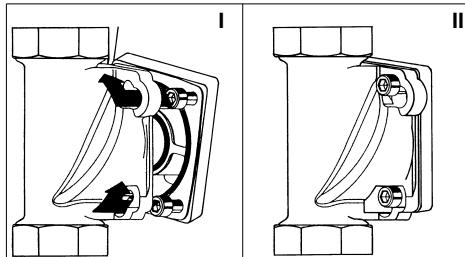

Abb. 3: Einbaudrehflansch mit Bajonet
- Die Köpfe der vier Flanschschrauben durch die Bajonetbohrungen am Einbaudrehflansch stecken (siehe Abb. 3 I).
- Die Hauswasserstation im Uhrzeigersinn bis zum Anschlag drehen (siehe Abb. 3 II).